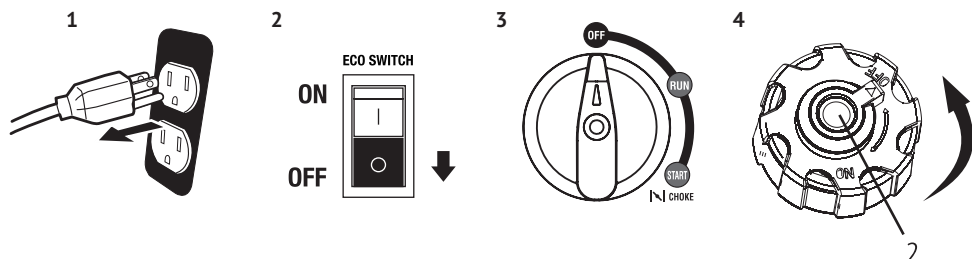

Рис. 9
- Отключите потребителей электроэнергии от генератора, рис. 9, поз. 1.
- Переведите переключатель ECO-режима в позицию «ВЫКЛ./ OFF», рис. 9, поз. 2.
- Выключатель двигателя переведите в положение «ВЫКЛ./ OFF», рис. 9, поз. 3.
После полного охлаждения двигателя поверните воздушный клапан (2) крышки топливного бака в положение «ВЫКЛ./ OFF», рис. 9, поз. 4.